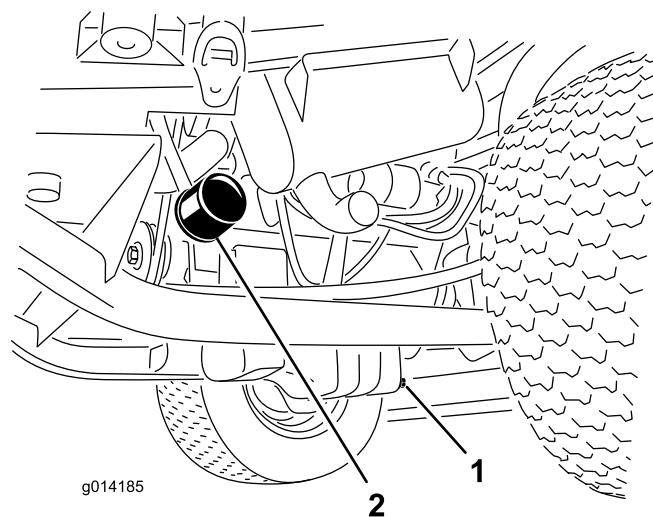

Figura 45
1. Retire o tampão de escoamento (Figura 45) e deixe o óleo escorrer para um recipiente adequado.
3. Retire o filtro do óleo (Figura 45).